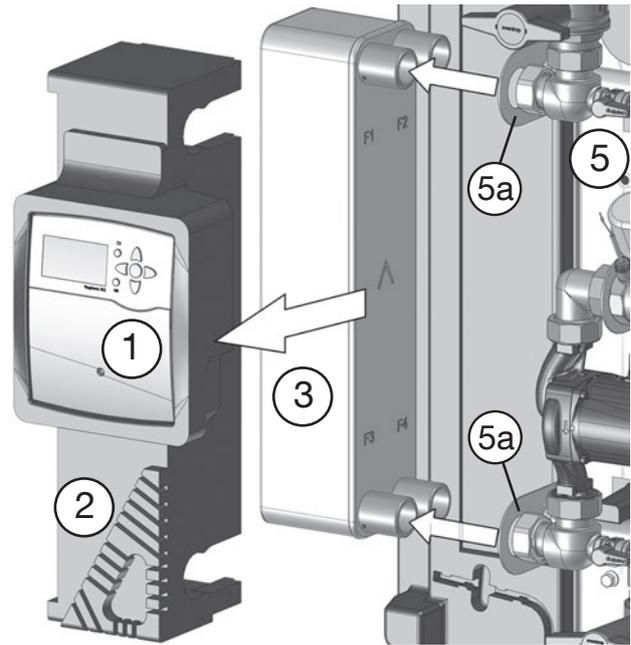
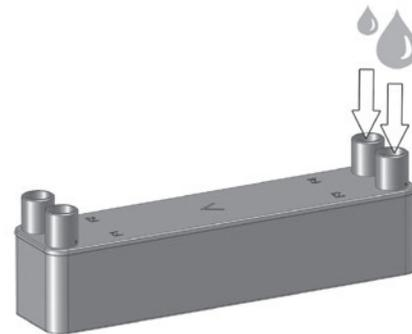

Abb. 5.7: Regler-Einlegeblock und Wärmeübertrager entnehmen
Abb. 5.8: Wärmeübertrager mit Entkalkungsmittel befüllen
7. Regler-Einlegeblock (2) mit Regler (1) vorsichtig vom Wärmeübertrager abziehen (Abb. 5.7).
8. Wärmeübertrager (3) vorsichtig aus den beiden Laschen (5a) der Grundplatte (5) entnehmen und mit den Anschlüssen nach oben auf einer ebenen Fläche ablegen.
9. Beide Seiten des Wärmeübertragers mit Entkalkungsmittel befüllen (Abb. 5.8).